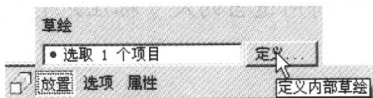
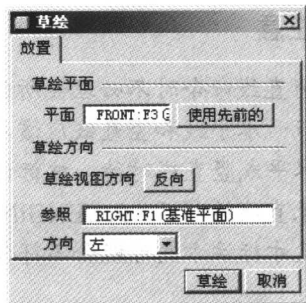

图 1-5 “放置”控制面板
图 1-6 草绘对话框
(1) 单击基本特征工具栏上的“拉伸”按钮。“拉伸”是在实体零件中首先创建的最普通的几何特征类型。其他的可用命令包括“旋转”、“扫描”、“混合”、“螺旋扫描”和“扫描混合”。
(2) 在“拉伸”操控板上选择“放置”→“定义”按钮，如图 1-5 所示。绝大多数特征的设计要求某些形式的草绘。由于这个原因，所以草绘在 Pro/ENGINEER 中是基本技术。单击了“草绘”按钮后，注意 Pro/ENGINEER 如何显示“草绘”对话框，如图 1-6 所示。这个对话框用于定义和定向草绘环境。